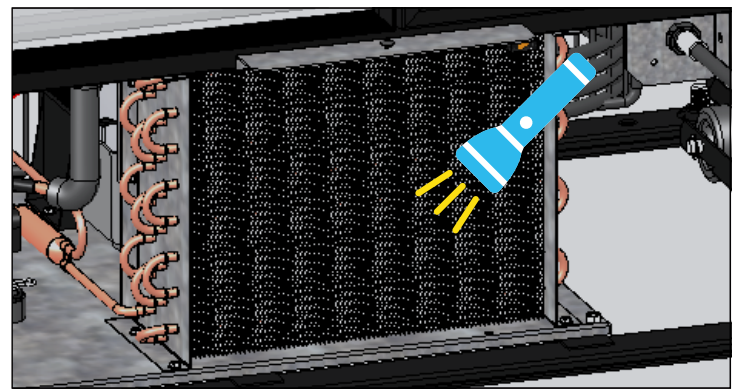

Abb. 4. Prüfen Sie, ob alle Verstopfungen beseitigt wurden.
4. Wenn die Oberfläche der Röhren vom Schmutz befreit ist, prüfen Sie mit einer Taschenlampe, ob durch den Verflüssiger zu sehen ist, wie sich der Lüfterflügel des Verflüssigers dreht. Siehe Abb. 4.